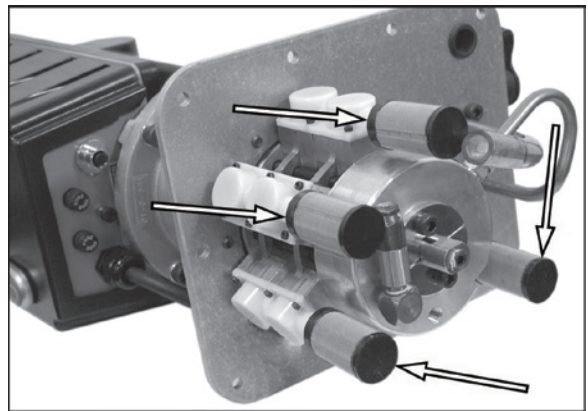

Figura 56.
2. Vedere la Figura 56. Rimuovere i filtri di aspirazione in ingresso.